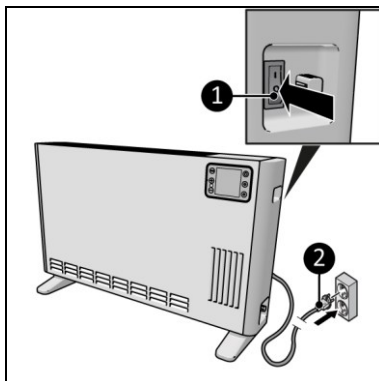

Figure 11
2. Assurez-vous que le commutateur ON/OFF est en position OFF (figure 11, pos. 1).
3. Insérez la fiche d'alimentation (figure 11, pos. 2) dans une prise murale reliée à la terre et facilement accessible. Utilisez une prise murale avec mise à la terre d'une puissance minimale de 2400 watts.
1. Assurez-vous que le commutateur ON/OFF est en position OFF (figure 11, pos. 1).
2. Retirez la fiche d'alimentation de la prise de courant (figure 11).